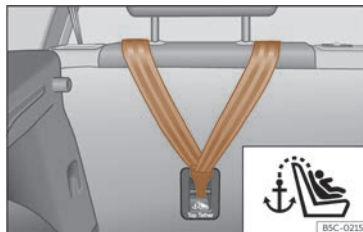
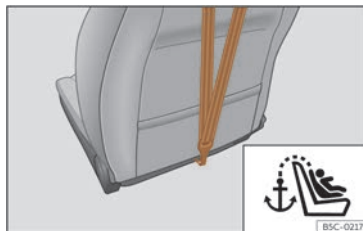

Fig. 46 Parte posterior dos asentos traseiros: ancoraxe para o cinto Top Tether.
Fig. 47 Parte posterior do respaldo do asento do acompañante: ancoraxe para o cinto Top Tether.
- Deslice a correa e fíxela correctamente coa áncora da parte traseira do respaldo >>> fig. 46 , >>> fig. 47.